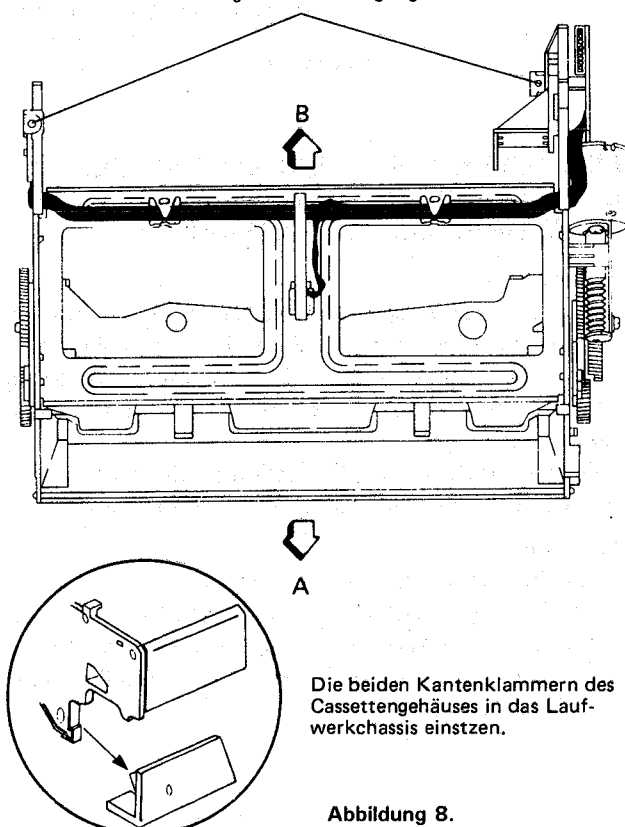

Abbildung 8.
4. Das Cassettengehäuse gemäß Abb. 8 in Pfeilrichtung \Rightarrow B schieben und nach oben herausnehmen.